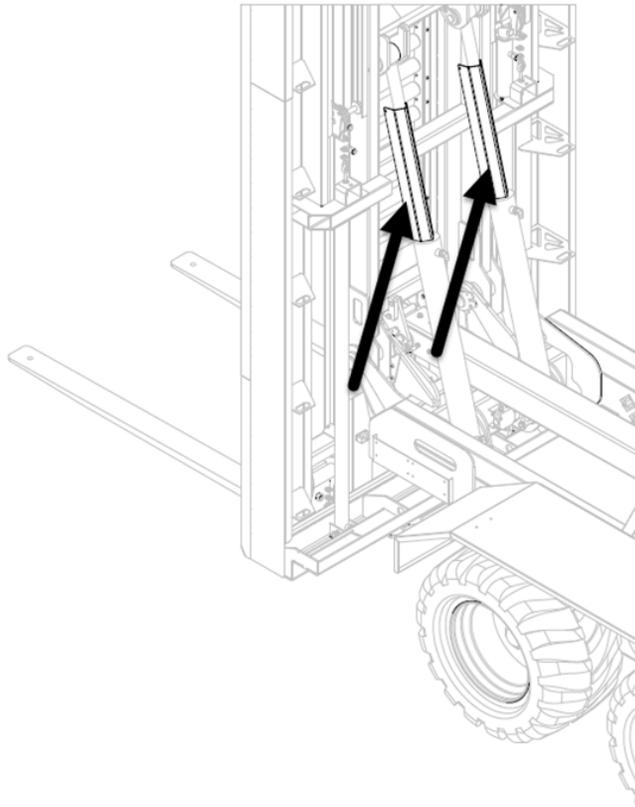

рисунок 38 — Страховочные стойки платформы тьюкопогрузчика
2. Установите стойки на штоки цилиндров (см. рисунок 38).